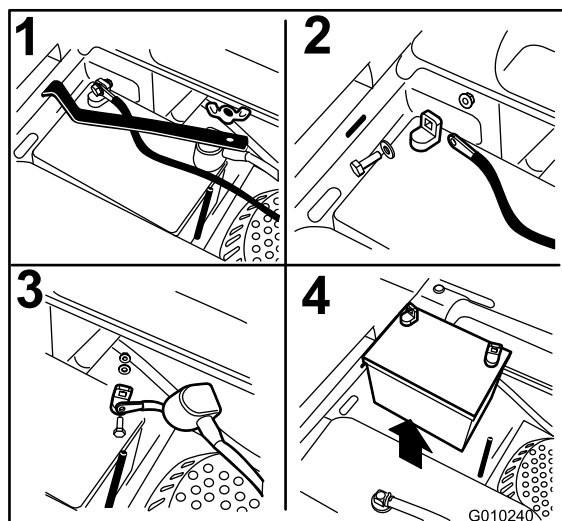

Figura 53
3. Togliere il dado ad alette che fissa la fascetta della batteria (Figura 53).
4. Togliere la fascetta (Figura 53).
5. Scollegate prima il cavo negativo della batteria (nero) dal morsetto negativo (-)(nero) della batteria (Figura 53).
6. Sfilate la guaina rossa dal morsetto positivo (rosso) della batteria e togliete il cavo positivo (+)(rosso) della batteria (Figura 53).
1. Posizionate la batteria nel vassoio, con i poli in posizione opposta al serbatoio del carburante (Figura 53).
4. Fissate i cavi con 2 bulloni, 2 rondelle e 2 dadi di bloccaggio (Figura 53).
6. Montate la fascetta e fissatela con il dado ad alette (Figura 53).